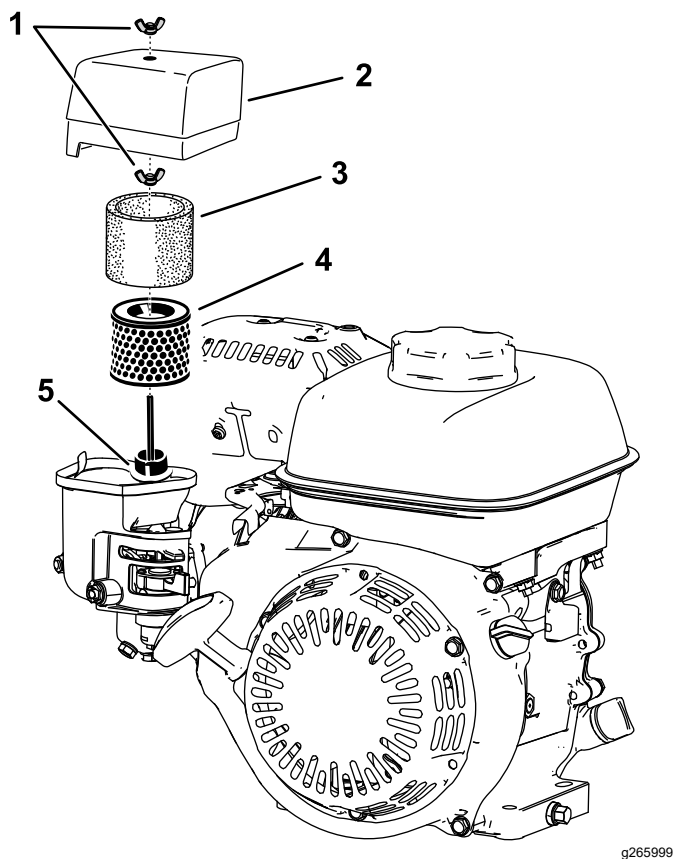

Bild 19
- Entfernen Sie die Flügelmutter, mit der die Luftfilterabdeckung befestigt ist (Bild 19).